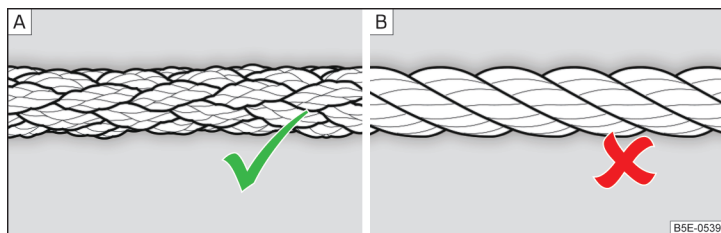

Fig. 179 Cable de remolque trenzado / cable de remolque en espiral
Para el remolque por medio de un cable de remolque, usar solamente un cable de fibra plástica tejida » fig. 179 - A » !
- Para remolcar no debe utilizarse ningún cable de remolque en espiral » fig. 179 - B, la argolla de remolque puede desenroscarse en el vehículo - ¡Existe peligro de accidente!